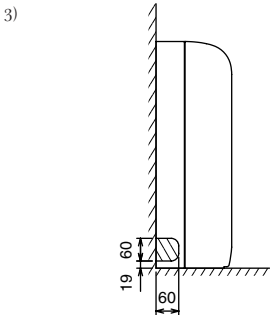

Fig. 3-9
④ 当机组安装在墙上时。
⑤ 当机组安装在地板上时。
- 3) 左侧管道 (Fig. 3-9)